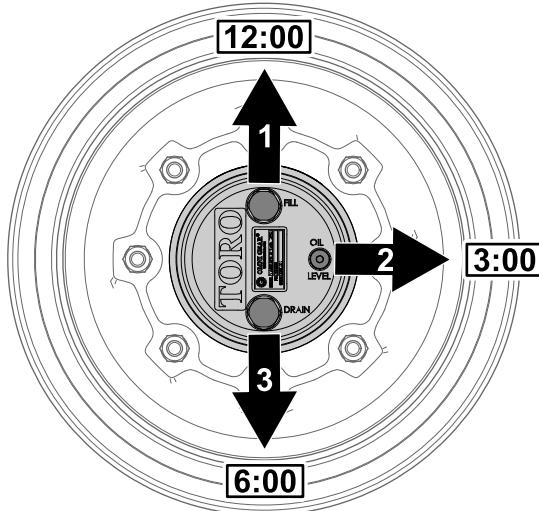

图 60
1. 将机器停放在水平地面上将车轮放置为加油塞在 12 点钟位置检查塞在 3 点钟位置排油塞在 6 点钟位置图 60。
2. 取出 3 点钟位置的检查塞 图 60。
1. 将机器停放在水平地面上将车轮放置为加油塞在 12 点钟位置检查塞在 3 点钟位置排油塞在 6 点钟位置请参阅 检查行星齿轮传动润滑油 \(页码 46\) 中的图 60。